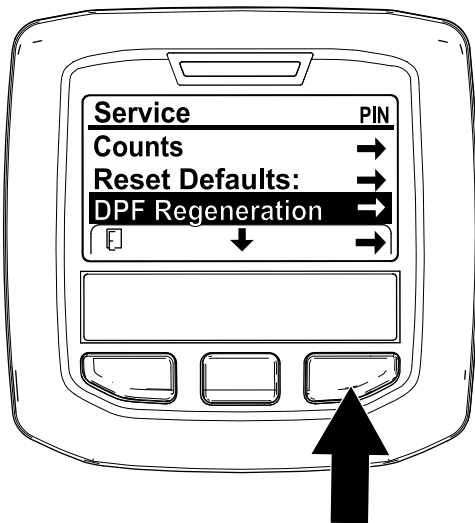

Figura 36
1. Aceda ao menu de manutenção, pressione o botão central para se deslocar para a opção REGENERAÇÃO DO DPF (Figura 36).
2. Pressione o botão direito para selecionar a entrada Regeneração do filtro de partículas de gásóleo (Figura 36).